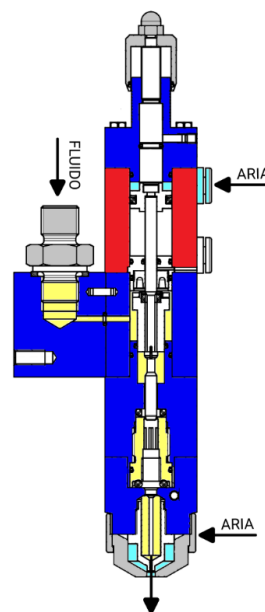

Figura 05 – Fase dosaggio
- Il movimento dello spillo permette il passaggio del fluido ed inizia ad uscire venendo nebulizzato dall'aria spray (Figura 05);